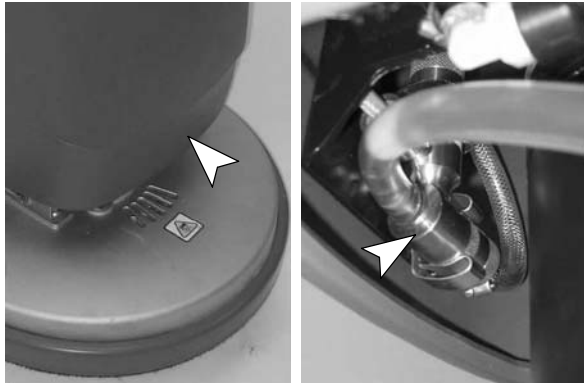

FIG. 77
2. Abaissez la tête de brosse et retirez l'injecteur de détergent des deux pinces à ressort (Figure 77).